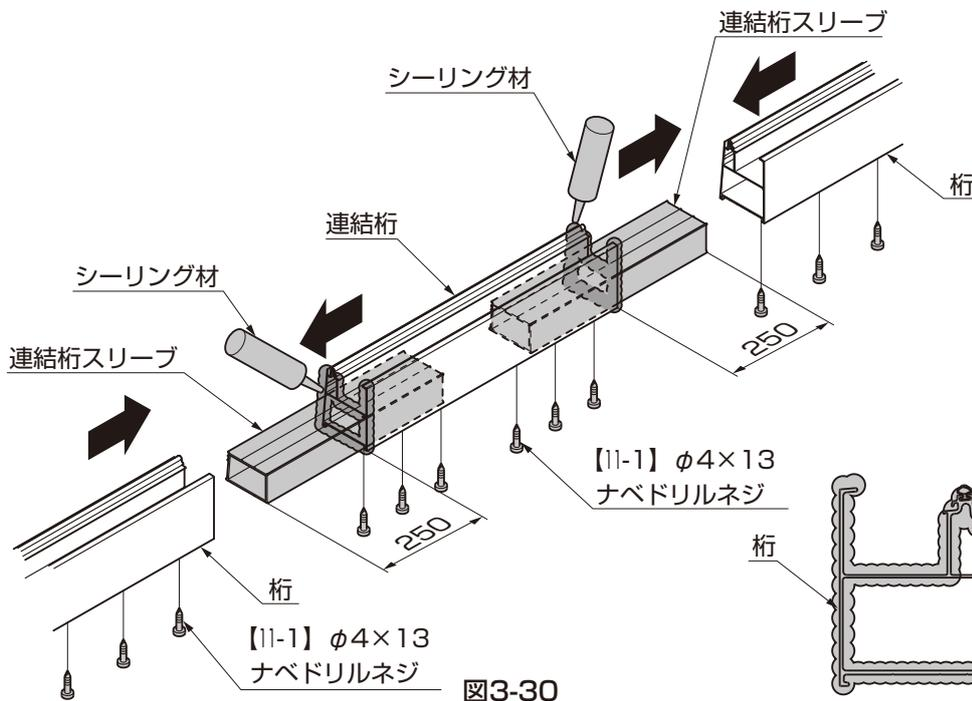
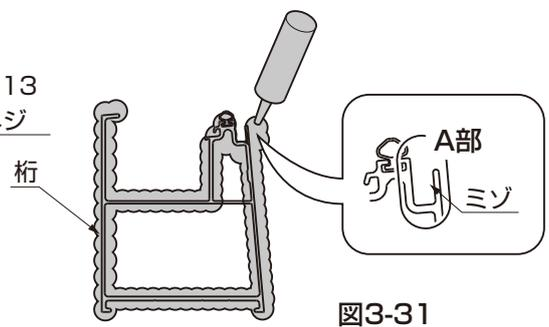

図3-30
図3-31
- ②桁の連結部にシーリングをしてください。(図3-30、図3-31参照)
- ③切断した桁、連結桁、連結桁スリーブを【11-1】で取付けてください。(図3-30参照)
- 指定の箇所には、必ずシーリングをしてください。(図3-30、図3-31参照)
- A部のミゾは、シーリングで埋めないようにしてください。(図3-31参照)